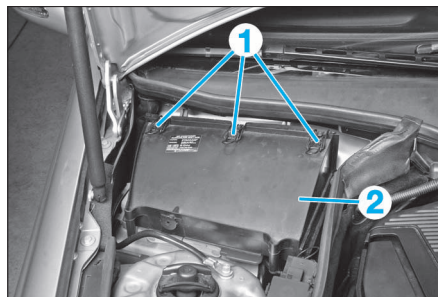

FIG. 2
- Dégrafer (1) (Fig.2) le boîtier (2) du filtre d'habitacle